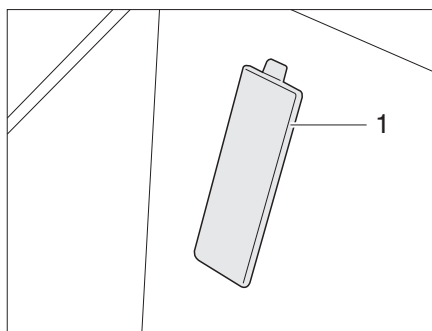

Bild 403 Täckplatta chassinumret (basfordon Fiat)
- ▷ På fordon med Fiat-chassi sitter chassinumret bakom en täckplatta (Bild 403,1) vid ingången på passagerarsidan.